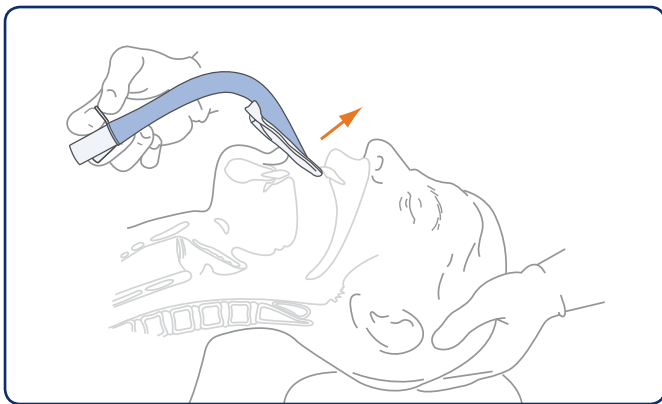

Figura 7: Apăsăți vârful măștii pe palatul dur
4. Țineți dispozitivul exact așa cum este ilustrat în Figura 7.